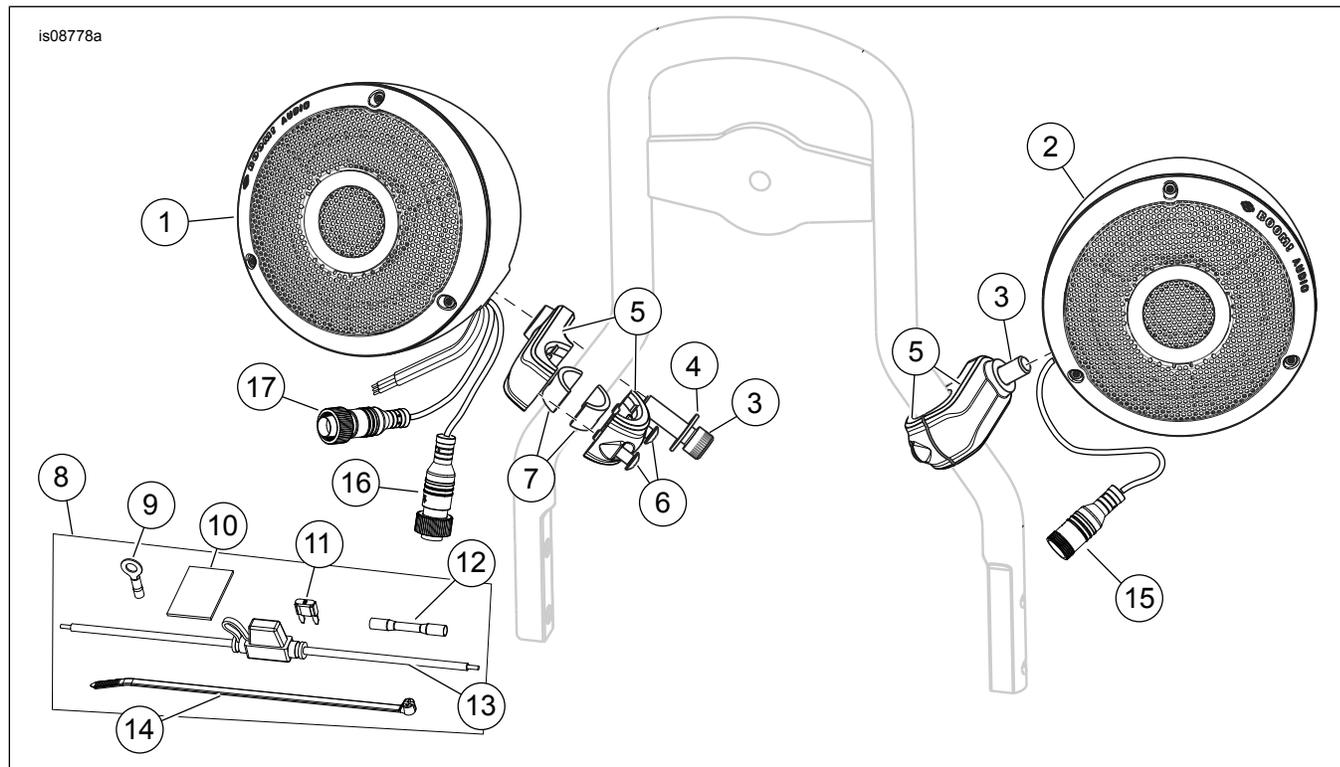

Figura 1. Parti di ricambio, kit altoparlante montato sull'alzata
Vedere Figura 1 e Tabella 1.
- Vedere Figura 1. Il guscio dell'altoparlante (1) con **tre** connettori elettrici si monta sul lato **destra** dell'alzata. Il guscio dell'altoparlante (2) con **un** connettore elettrico si monta sul lato **sinistra** dell'alzata.
- Figura 1. Le alzate piccole rotonde necessitano di distanziali (7) e morsetti (5). Le alzate quadrate usano morsetti (5). Nei morsetti sono presenti aperture quadrate. Le alzate grandi quadrate usano morsetti (5).